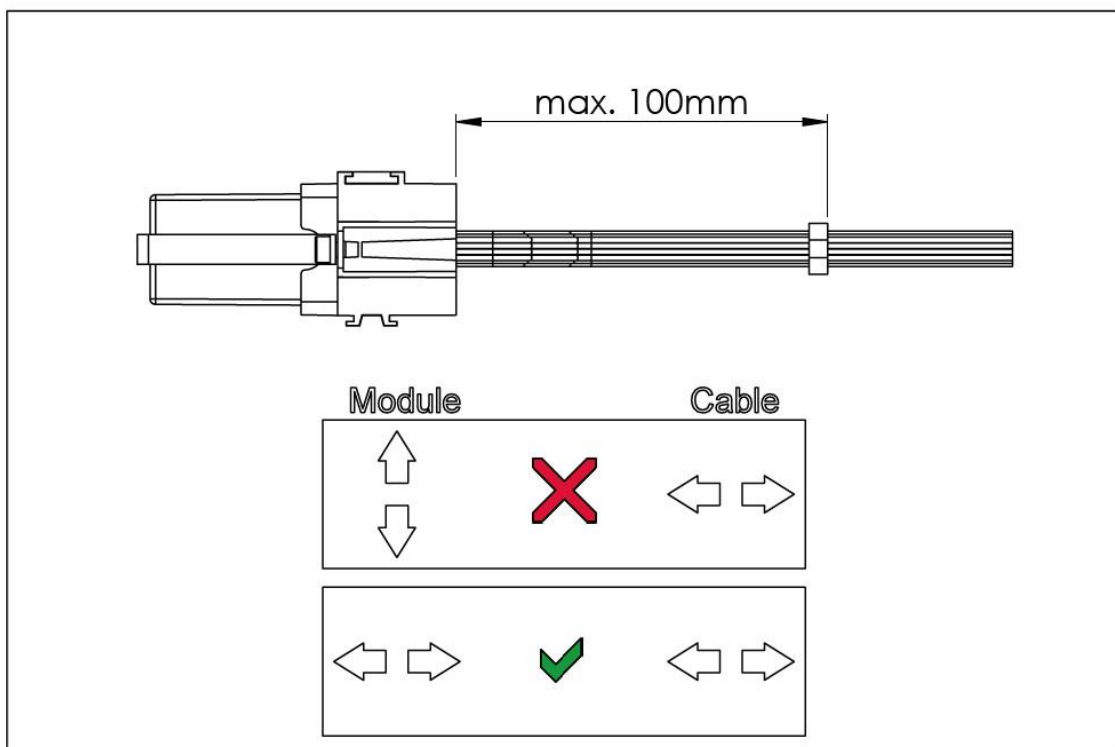

Abbildung 1: Zugentlastung des Kabelbaums (exemplarisch). 100 mm (max.) müssen eingehalten werden, Spannungswandler kann variieren.
- Die Kabelführung muss so gewählt werden, dass sich der Kabelbaum ausschließlich identisch zur Bewegungsrichtung der Steuerung/des Steckers bewegt. (Befestigung Steuerung/Kabel/Zugentlastung auf demselben Untergrund). Eine Zugentlastung ist zwingend notwendig (siehe Abbildung 1).